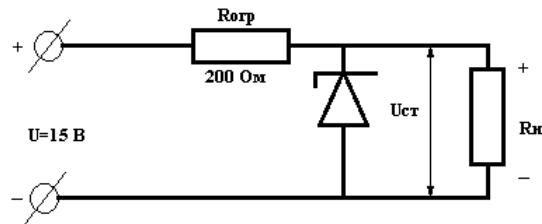

Рис. 2
10. В схеме стабилизации (рис.2) напряжения на нагрузке определите сопротивление нагрузки и мощность, выделяемую на ней при использовании разных стабилитронов, если напряжение стабилизации $U_{ст} = 9 \text{ В}$, ток стабилизации $I_{ст} = 10 \text{ мА}$.